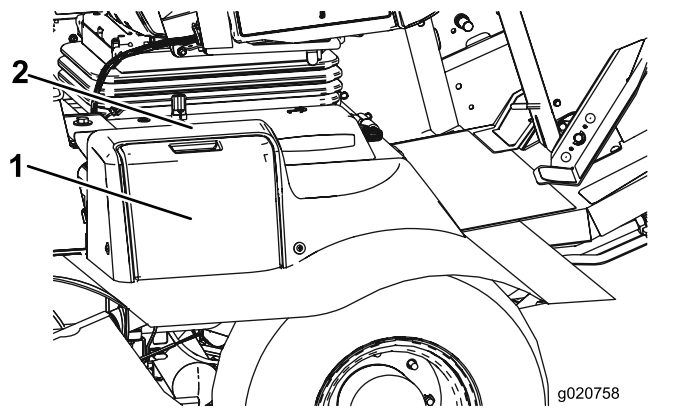

Figura 80
1. Aprite il coperchio della batteria (Figura 80), sul lato della copertura.
**Nota:** Premete sulla superficie piatta sopra il coperchio della batteria per facilitare la rimozione del coperchio (Figura 80).